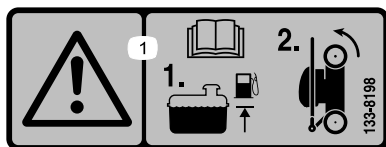

Figure 17
1. Vérifiez que le niveau de carburant dans le réservoir ne dépasse pas la limite recommandée par le constructeur du moteur; voir l'autocollant du constructeur apposé sur le moteur (Figure 17).